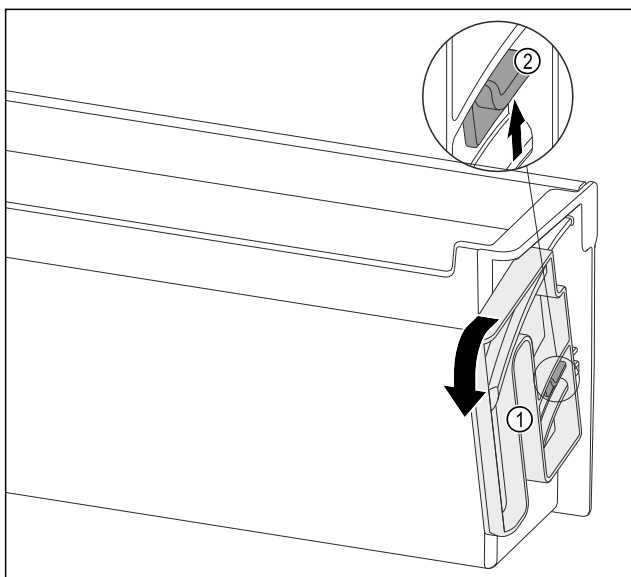

Fig. 142
- Obrócić pokrętkę Fig. 142 (1) w określonym kierunku do oporu.
- Wcisnąć nakładkę Fig. 142 (2) w górę i wyjąć pokrętkę Fig. 142 (1).